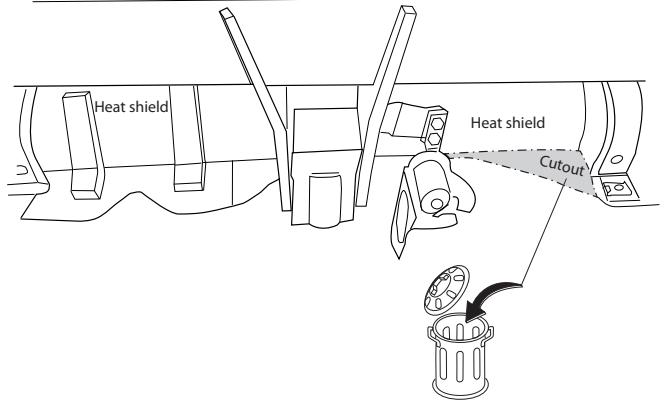

Fig. 2
- Выпилить часть из теплозащитного экрана, как указано на рис. 2.